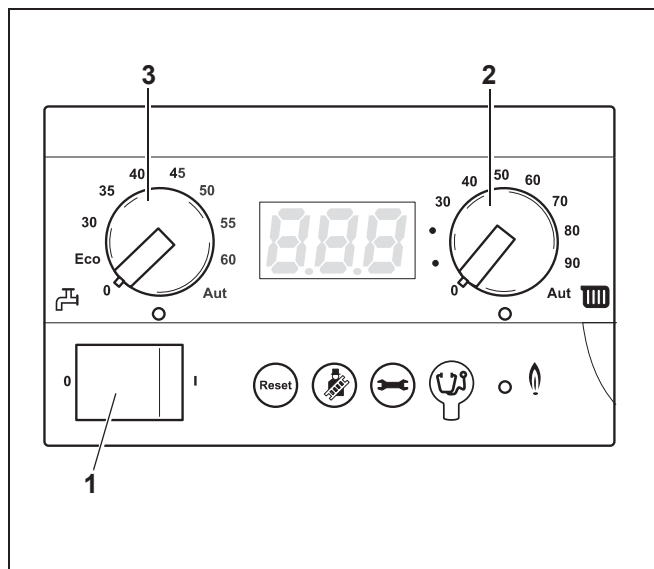

Рис. 17 Главный регулятор BC10
- Снова проверить давление в установке на аналоговом манометре или на дисплее регулятора BC10 (рис. 17). Если давление ниже 1,0 бар, то вышеописанную процедуру заполнения водой и удаления воздуха необходимо повторять до достижения необходимого давления и удаления всего воздуха из отопительной установки.
- Повернуть обе ручки управления на главном регуляторе BC10 (рис. 17, **поз. 2** und **поз. 3**) в нужное положение (см. главу 4.2.1 и 4.2.2, стр. 13).
- Включить пусковой выключатель (рис. 17, **поз. 1**) на BC10 (позиция "1").
- При помощи ручки управления максимальной температурой котловой воды (рис. 17, **поз. 2**) установить нужную температуру в соответствии с таблицей 1.